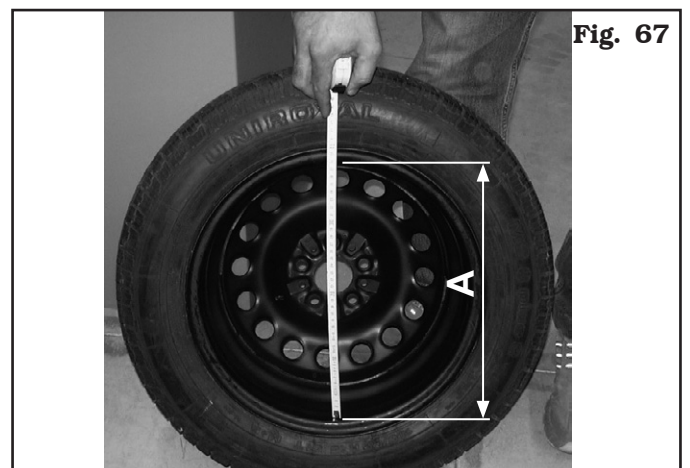
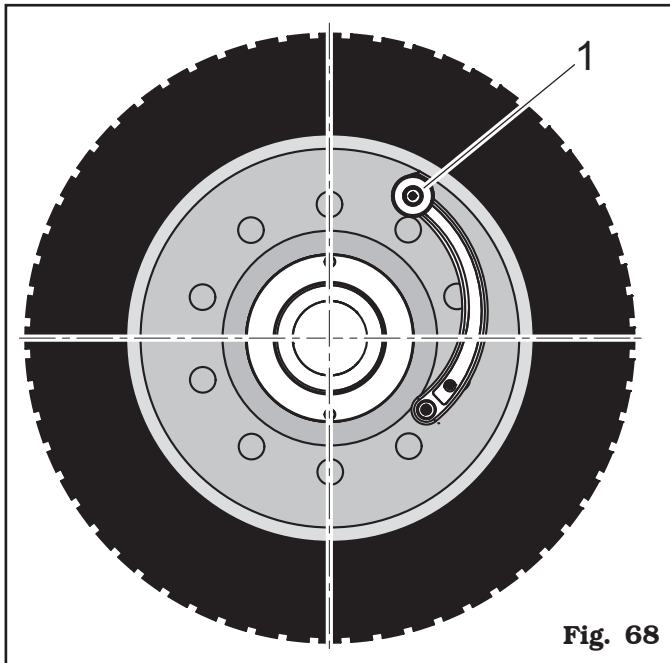

Fig. 67
Fig. 68
Sur l'afficheur D1 (voir précédemment) est indiquée une valeur de \varnothing en mm (381); mesurer le diamètre exact (voir Fig. 67 réf. A) et le saisir à l'aide des touches  / .
Placer la bague de la pige (Fig. 68 réf. 1) sur le bord interne de la roue VERS LE HAUT en touchant le point du diamètre utilisé pour la détection de la mesure "A" (Fig. 67), l'écran D2 affichera une valeur de bit.